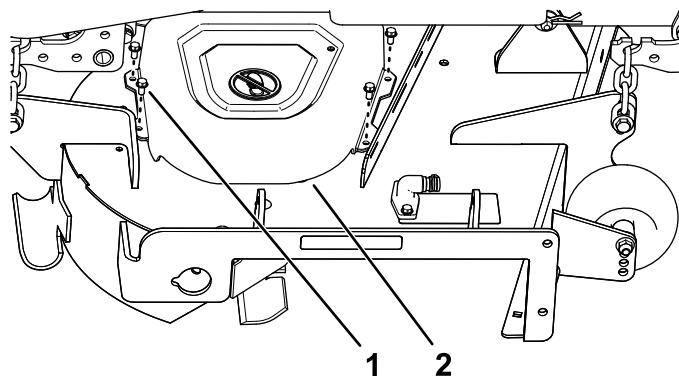

Figura 7
3. Skinite 4 vijka ($\frac{1}{4} \times \frac{1}{2}$ ") koji pričvršćuju desni poklopac kaiša, pa skinite poklopac kaiša (**Figura 7**).